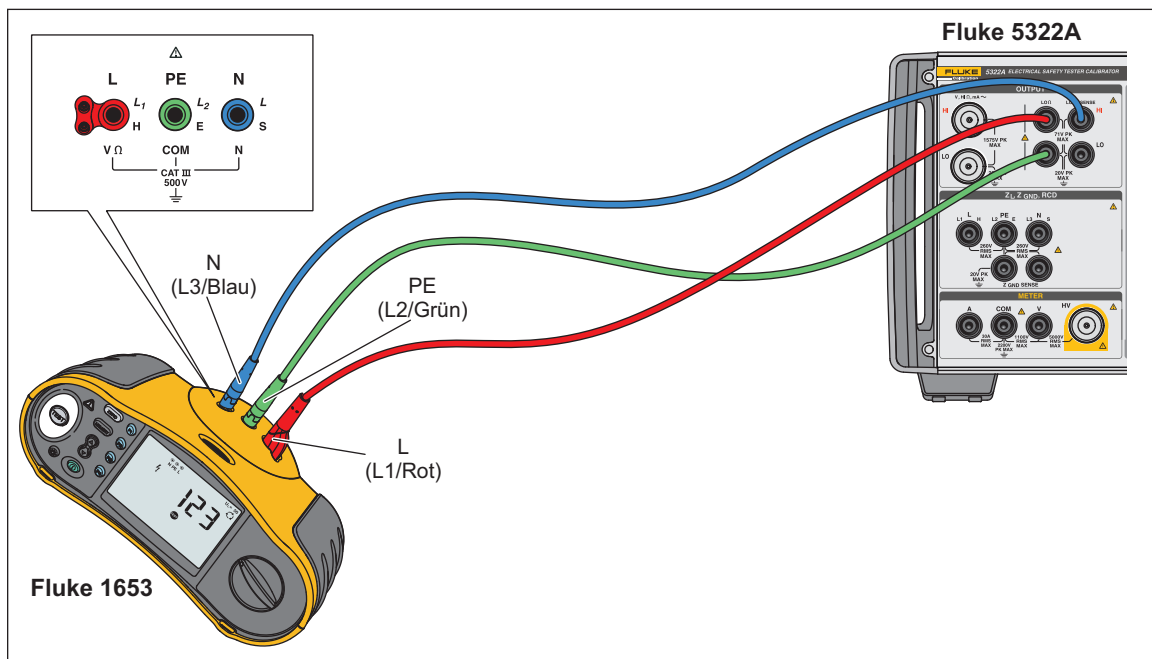

Abbildung 31. Anschlüsse für die Kalibrierung des Erdwiderstands
2. Schließen Sie das DUT wie in Abbildung 31 dargestellt an die Anschlüsse **LOΩ HI** und **LO** sowie an den Anschluss **LOΩ Sense HI** des Produkts an.